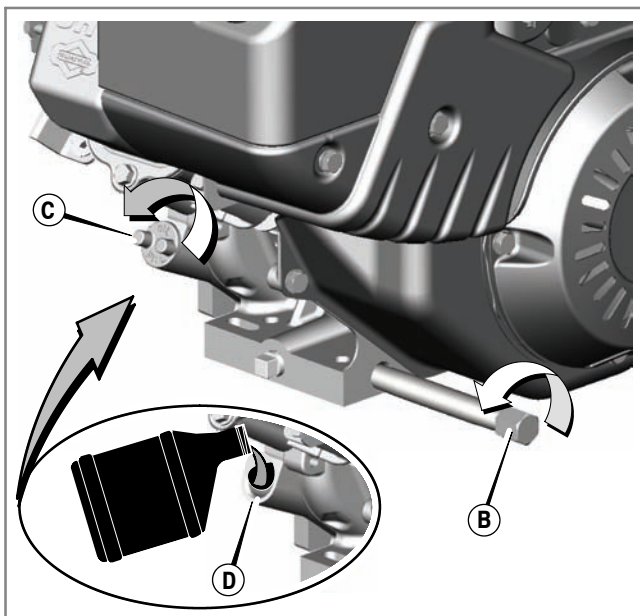

Figure 18
2. Enlever le bouchon de vidange (B, Figure 18). Vidanger l'huile dans un récipient approuvé.
1. Retirer le bouchon d'huile (D, Figure 18).
2. Verser lentement l'huile dans l'orifice de remplissage (D). Remplir au point de déborder.